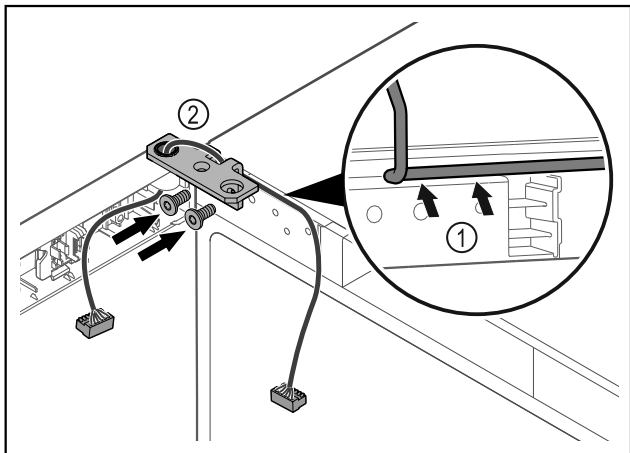

Fig. 38
- ▶ Lägga kabeln genom gångjärnsfästets urtag och dra den försiktigt Fig. 38 (1).
- ▶ Skruva fast gångjärnsfästet Fig. 38 (2).